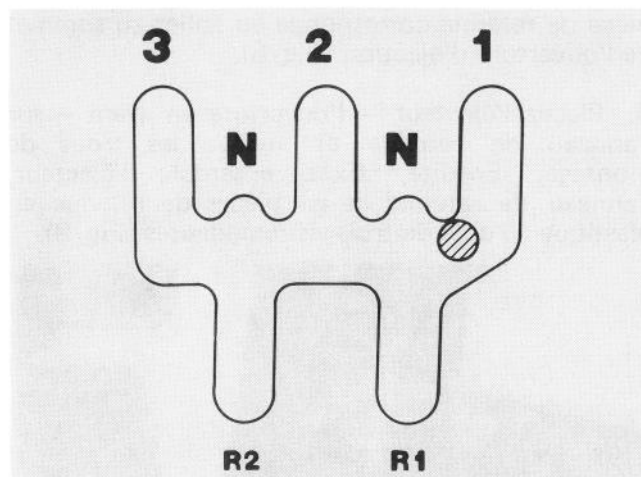

Figure 7
3. Passez le levier de commande des roues sur la bosse entre N et 1 (Fig. 7). Tenez le levier en position sur la bosse.